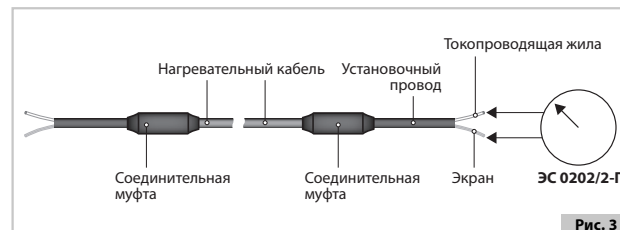

Рис. 3
4.6. До и после монтажа секции нагревательной необходимо проверить электрическое сопротивление нагревательных жил и сопротивление изоляции (рис.3), результаты занести в Протокол измерений (Приложение 1 настоящего Руководства по эксплуатации).